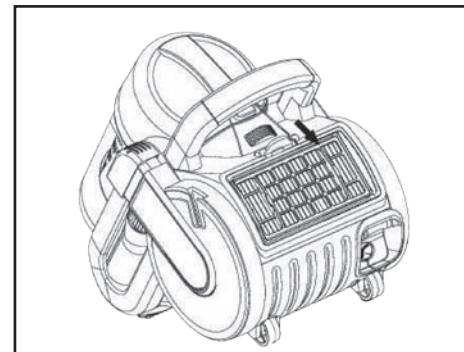

Fig. 12
- Libere la cubierta del filtro Hepa y extráigala tal y como se indica. Extraiga el filtro tirando de la pestaña hacia usted (fig. 12).